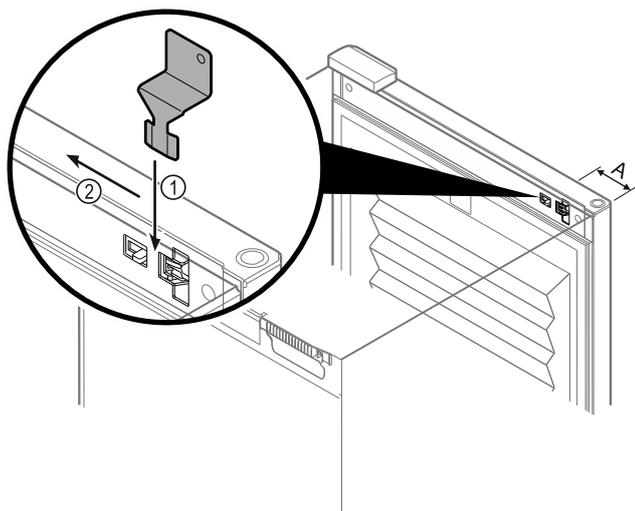

Fig. 133
- ▶ Positionner la clé de déverrouillage de secours à l'endroit indiqué Fig. 133 (A) \approx 100 mm.
- ▶ Insérer par le haut et jusqu'au bout la clé de déverrouillage de secours entre la porte et le corps de l'appareil Fig. 133 (1).
- ▶ Tirer la clé de déverrouillage de secours en direction de la charnière Fig. 133 (2).